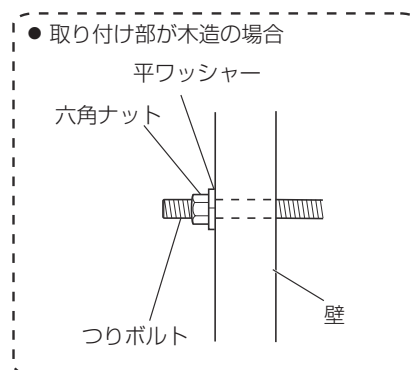

図 2
- 取り付け部が木造の場合は、壁に貫通穴を 1 か所あけ、市販の平ワッシャー (M10) と六角ナット (M10) でつりボルト (M10) を取り付けます (図 2)。